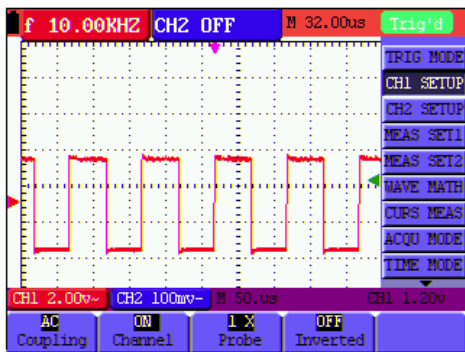

Рисунок 34. Настройка осциллограммы по вертикали
3. Используйте кнопки **F1-F4** для настройки доступных параметров (см. рисунок 34).